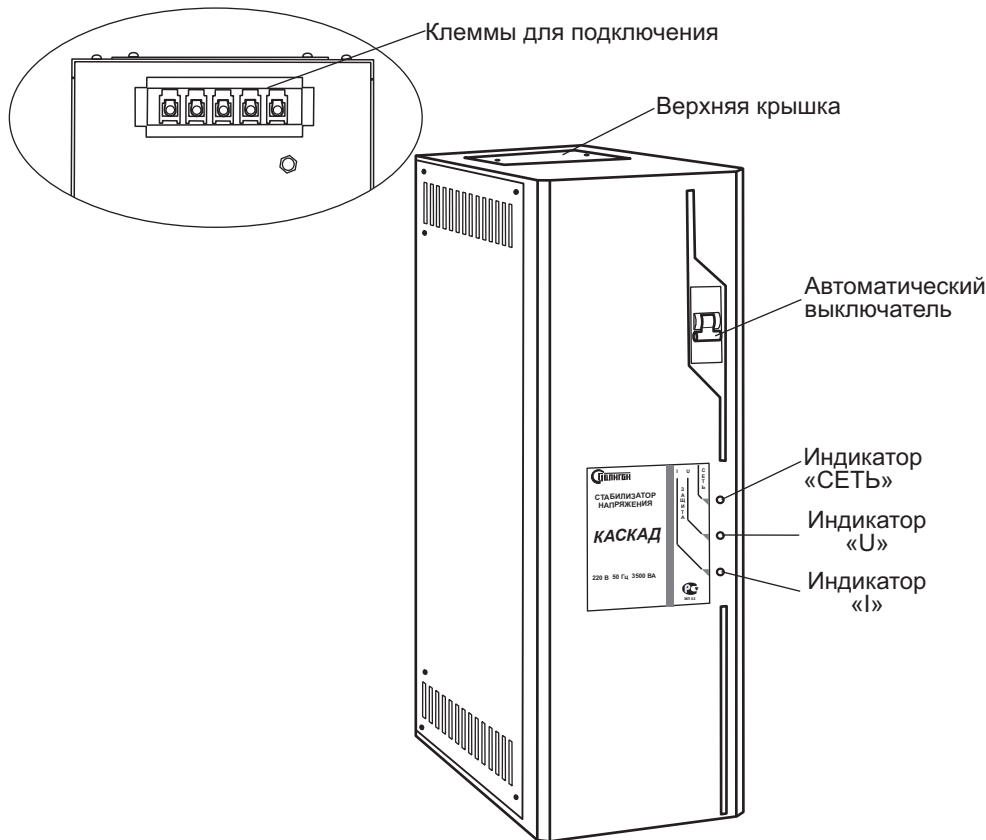

Рис. 1. Внешний вид стабилизатора
1.3.3 На передней панели блока (рис. 1) находятся:
2.3.1 Для включения стабилизатора установить клавишу автоматического выключателя в положение «ON», при этом включается зеленый индикатор «СЕТЬ» (рис. 1) и через 1-2 сек происходит подключение нагрузки.